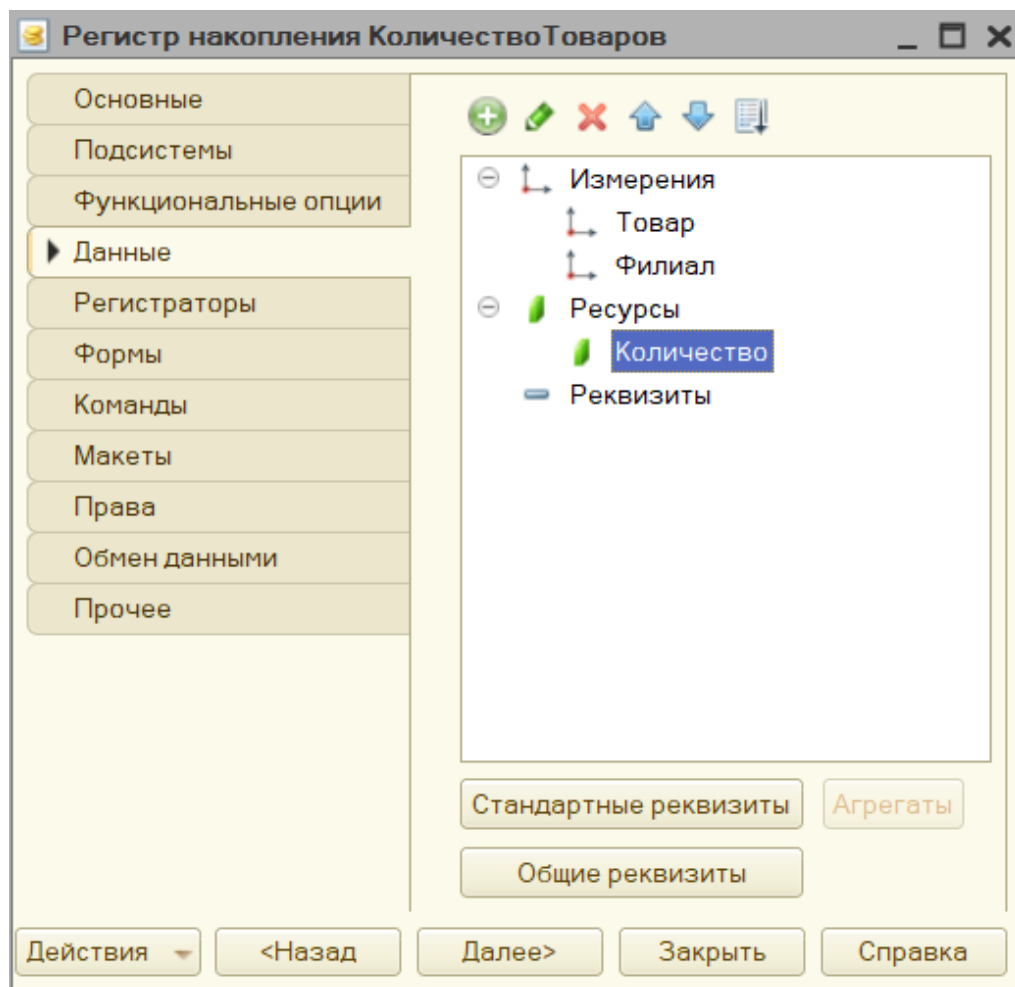

Рис. 3.30. Измерения и ресурс регистра «КоличествоТоваров»
4. Перейдем на вкладку Данные, где создадим два измерения регистра накопления КоличествоТоваров (рис. 3.30):